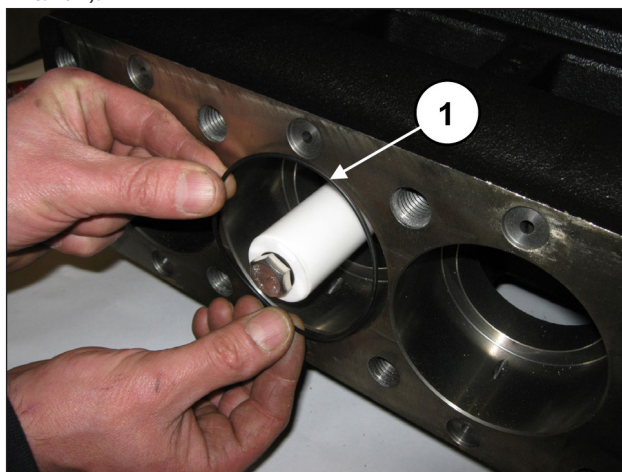
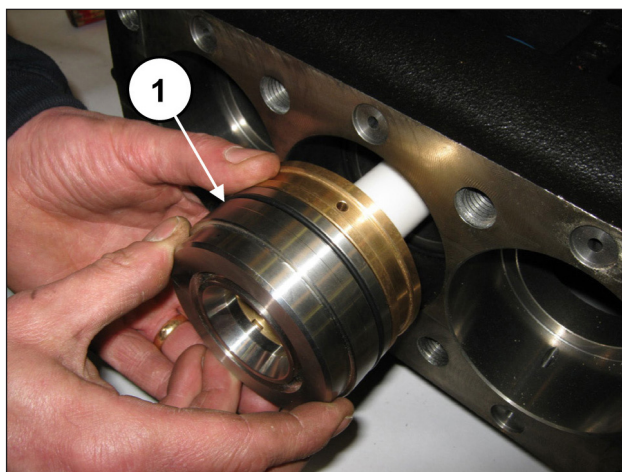

Рис. 190
Рис. 191
Откалибруйте винты динамометрическим ключом, как указано в главе 3. Вставьте уплотнительное кольцо в картер насоса (поз. ①, Рис. 190), а затем вставьте до упора предварительно собранный узел рубашки-опоры уплотнений (вместе с соответствующим уплотнительным кольцом) (поз. ①, Рис. 191).